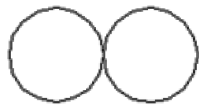

图 15-41 复制圆
(1) 单击“默认”选项卡“绘图”面板中的“圆”按钮, 绘制一个半径为2的圆。
(2) 单击“默认”选项卡“修改”面板中的“复制”按钮, 将上步绘制的圆进行复制, 并向右平移4, 如图15-41所示。